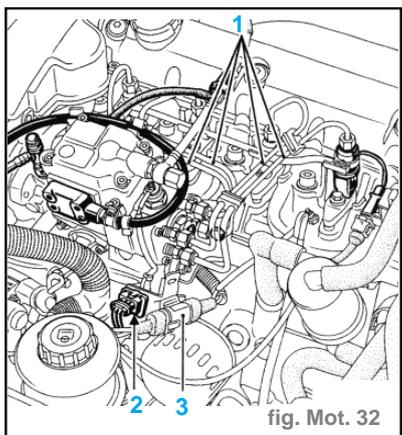

fig. Mot. 32
- Déposer les tuyaux (1) haute pression.
- Débrancher les connecteurs (2) et (3). (fig. Mot. 32)